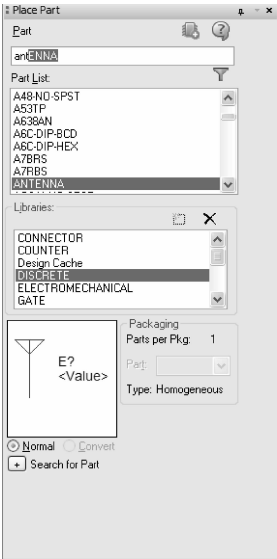

图 6-149 选择天线元件
6) 放置天线元器件。在“Place Part (放置元件)”面板中选择“DISCRETE. olb (分立式元件库)”，在元器件过滤列表框中输入“antENNA”，在元件预览窗口中显示符合条件的元器件，如图 6-149 所示。将元器件放置到图样空白处。